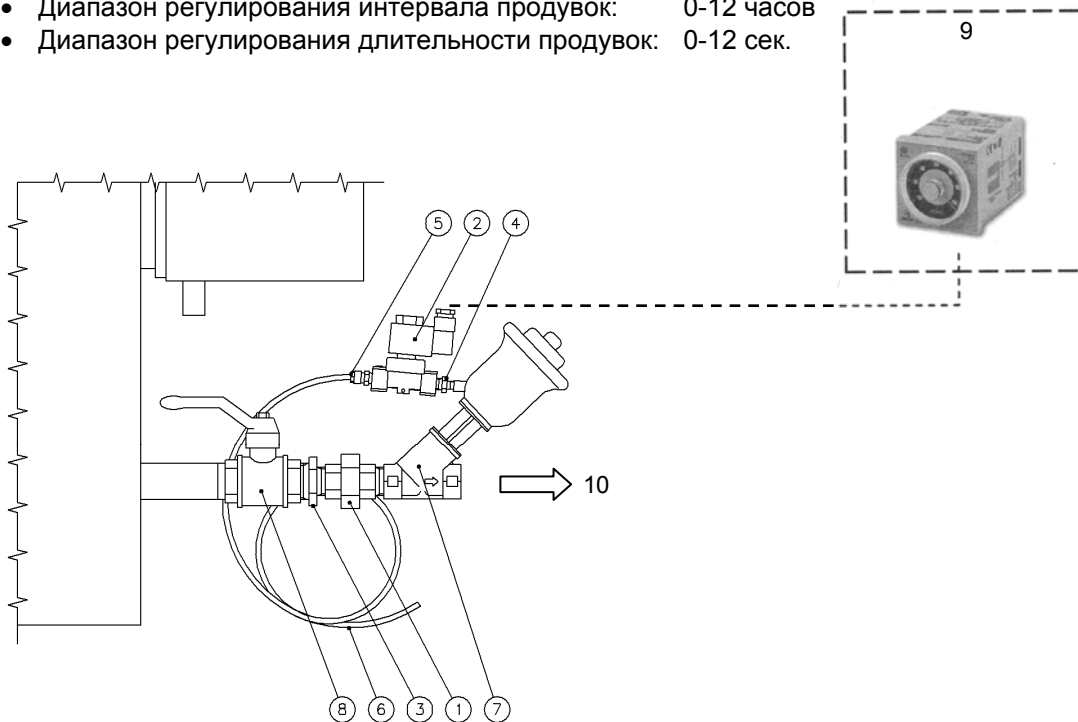

Рис. 1
2.1 АВТОМАТИЧЕСКАЯ ПРОДУВКА ДЛЯ ПАРОВЫХ КОТЛОВ МОДЕЛИ РХ И ВХ (Рис. 1)